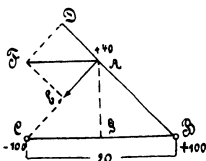

Fig. 30.
122. Wie gestaltet sich das Resultat der vorigen Aufgabe, wenn A senkrecht über der Mitte von CB im Abstände von 10 [12] (18) cm sich befindet? (Fig. 30.)